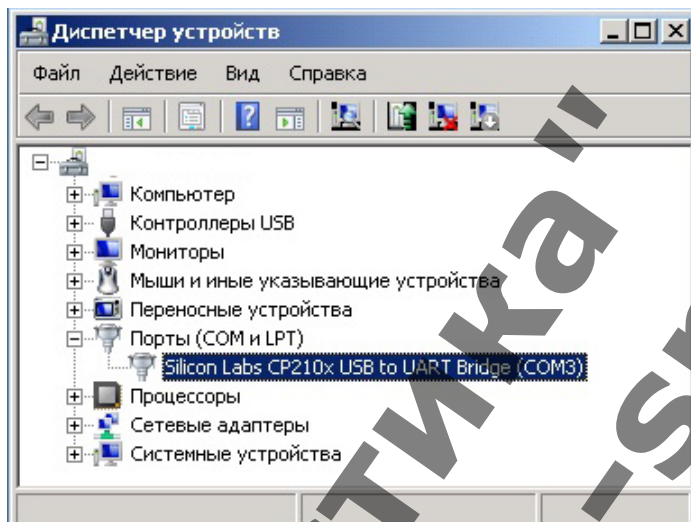

Рисунок 7.
2.2.12 Проверить соответствие установленного в программе номера СОМ-порта и номера устройства в «Диспетчере устройств» Windows (рисунок 7) и нажать кнопку «Подключить оборудование».